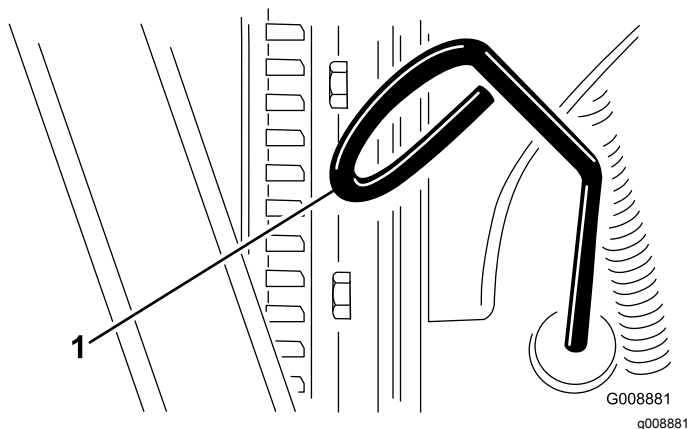

Figura 20
3. Togliete l'asta di livello, asciugatela e reinsertetela (Figura 20).